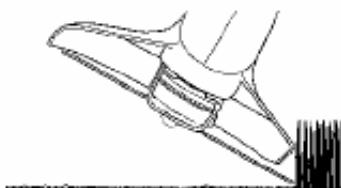

Fig. 17
5. DESHERBER (Fig. 17) DESHERBER se réfère au retrait de toute la végétation du sol Pour ce faire, incliner la tête de coupe à un angle de 30 degrés vers la gauche En ajustant la poignée, vous aurez un meilleur contrôle durant cette opération Veillez à ce que les autres personnes, les animaux et les enfants soient éloignés d'au moins 50 pieds de l'appareil pendant le désherbage. N'essayez pas de procéder au désherbage s'il existe un risque que des débris volants puissent blesser l'utilisateur, d'autres personnes, ou causer des dégâts matériels.